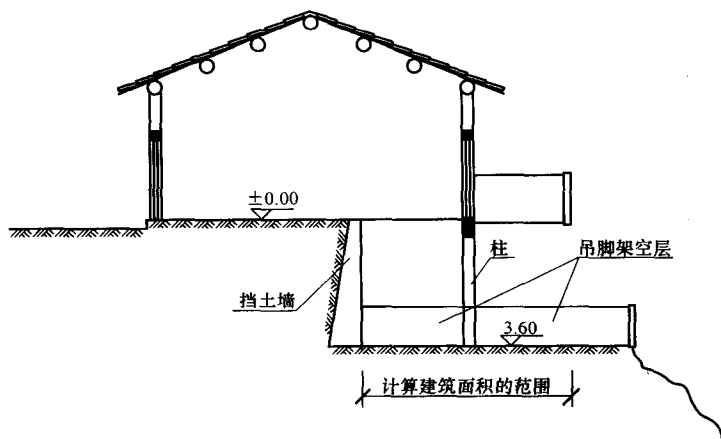

图 1-1-1 坡地建筑吊脚架空层
(6)坡地的建筑物吊脚架空层(图 1-1-1)、深基础架空层,设计加以利用并有围护结构的,层高在 2.20m 及以上的部位应计算全面积;层高不足 2.20m 的部位应计算 1/2 面积。设计加以利用、无围护结构的建筑吊脚架空层,应按其利用部位水平面积的 1/2 计算;设计不利用的深基础架空层、坡地吊脚架空层、多层建筑坡屋顶内、场馆看台下的空间不应计算面积。